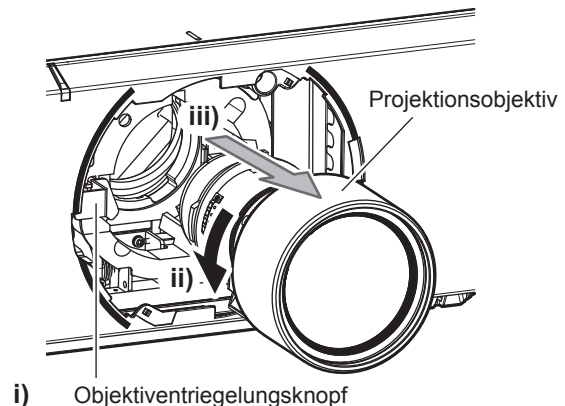

Abb. 2
- 2) Halten Sie den Objektivriegelknopf gedrückt und drehen Sie das Projektionsobjektiv gegen den Uhrzeigersinn bis zum Ende und nehmen Sie es ab. (Abb. 2)